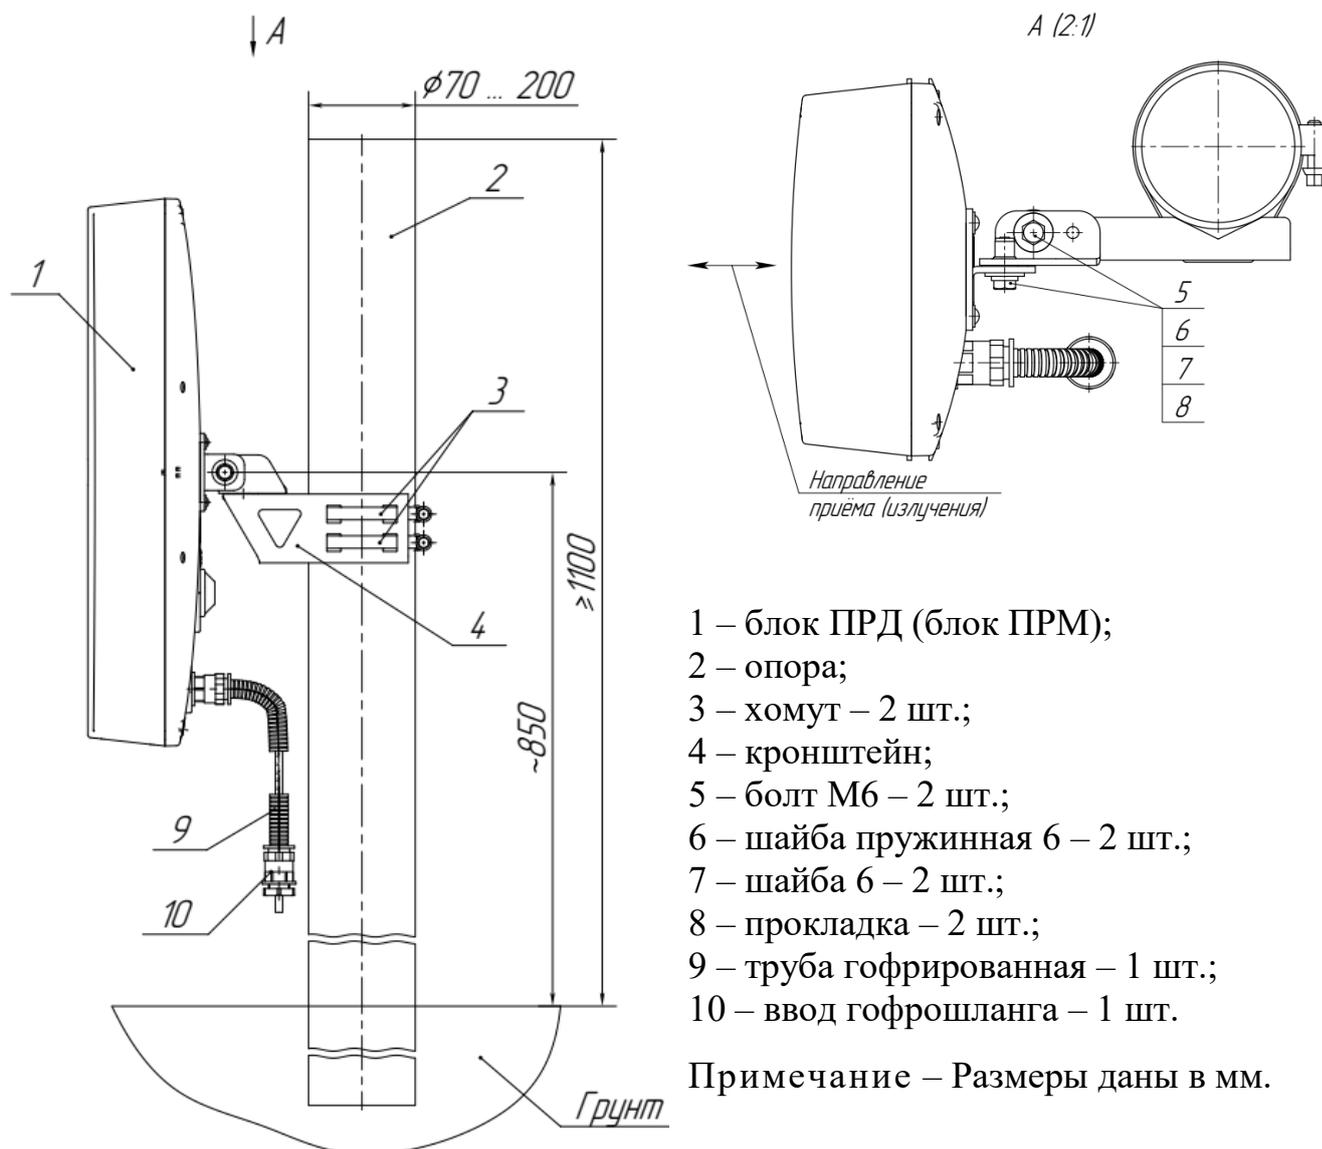

Рисунок 2.4 – Установка блока ПРД (блока ПРМ) извещателей «ФОРТЕЗА-М150(5,8)», «ФОРТЕЗА-М100(5,8)», «ФОРТЕЗА-М50(5,8)» на опоре
2.3.3.3 Установка блока ПРД (блока ПРМ) на кронштейне поз.4 (рисунок 2.4), состоящего из швеллера 2 и уголка 3, показана на рисунке 2.5.
2.3.6.6.11 Затянуть болты поз.5 извещателей (см. рисунок 2.4).